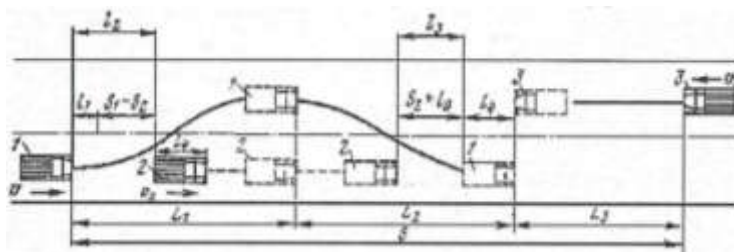

Рисунок 1 - Схема для определения расстояния видимости из условия обгона.
3. Определение расчетного расстояния видимости при обгоне. По этой схеме (рис. 1) расчет ведется из предположения, что обгоняющий автомобиль (автомобиль 1), двигающийся со своей скоростью  $v_1$ , обгоняет автомобиль 2, двигающийся со скоростью  $v_2$ , с выездом на полосу встречного движения. При этом принимаем участок дороги горизонтальным, скорость движения встречного автомобиля.